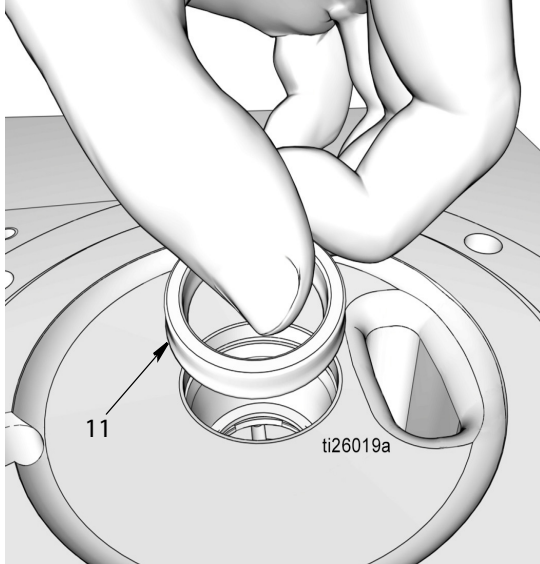

Рис. 32
- d. Установите уплотнение (11). Проверьте, что кромки уплотнения обращены вниз, как показано на Рис. 32.